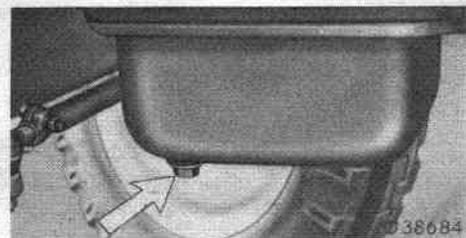

Fig. 108 - Vis de vidange de l'huile moteur
Toutes les 100 heures de travail, dévisser le bouchon de vidange d'huile qui se trouve sous le carter (fig. 108) ; vidanger l'huile du carter d'huile pendant que le moteur est encore chaud. Revisser le bouchon de vidange.
- a) L'huile de graissage doit être totalement vidangée pendant que le moteur est encore chaud, en dévissant le bouchon de vidange du carter qui se trouve sous le moteur (fig. 108).